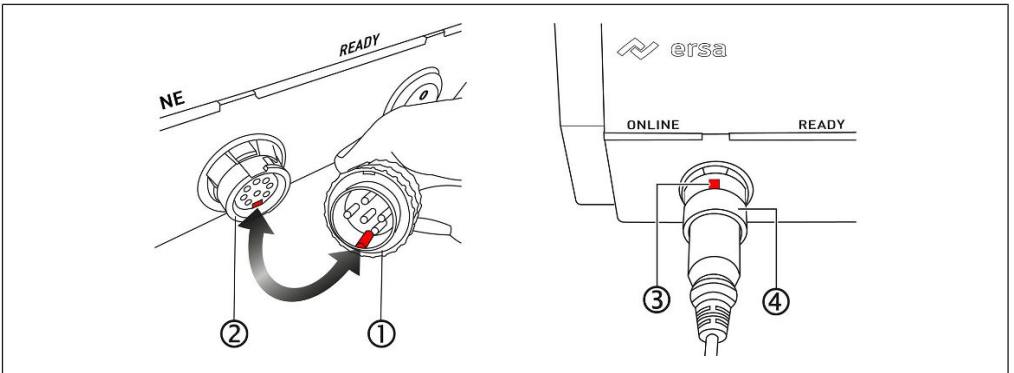

图 6: 插入电烙铁插头
- f) 插图6 左侧：将电烙铁的插头 [1] 插入焊接站的电烙铁插口 [2] 中。并且，将插头的防扭转锁对准插口的下标记，参见箭头。
- g) 插图6 右侧：电烙铁插头 [3] 盖形螺母的凹槽朝上对齐。然后，用力将盖形螺母 [4] 推到插头上，并通过转 90° 顺时针锁紧。